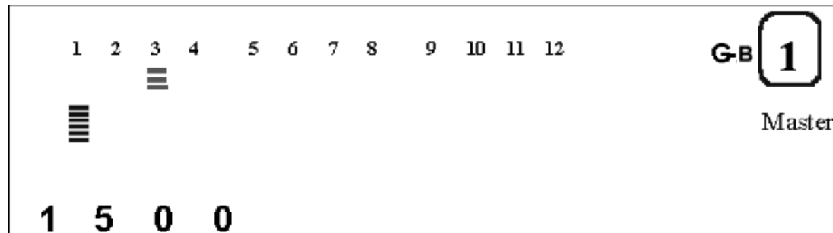

Abbildung 32. Wert des Statistikzählers
6. Drücken Sie die Taste **ENTER**, um den Wert des Zählers anzuzeigen. Der Wert des Zählers wird im Nachrichtbereich angezeigt. In Abb. 32 steht 1500 für den Wert des Statistikzählers für lesbare Rahmen für Anschluß 13 an Hub 3.